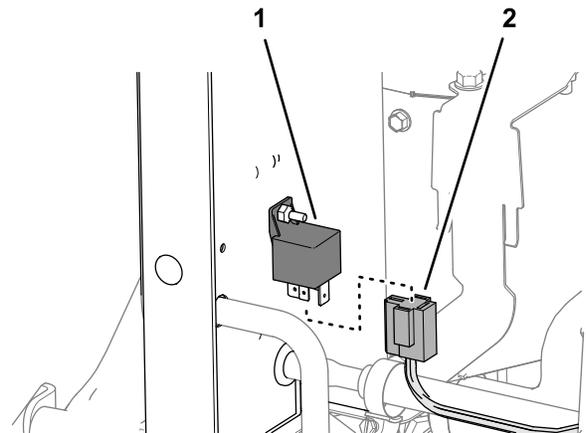

Figura 11
1. Retire a conexão de 4 bornes da cablagem da máquina do relé da vela de incandescência (Figura 11).